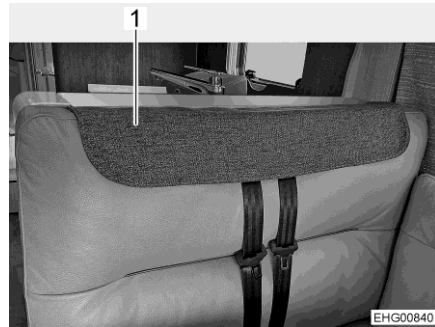

Fig. 85 Rivestimento delle cinture di sicurezza montato
Quando il veicolo è allestito, i poggiatesta possono essere rimossi dal cuscino dello schienale dei sedili per consentire una seduta più confortevole. Le aperture per i poggiatesta e per le cinture di sicurezza possono essere coperte con l'apposito rivestimento delle cinture di sicurezza (Fig. 85,1).
- Applicare il rivestimento delle cinture di sicurezza sull'apertura per le cinture di sicurezza (Fig. 85).